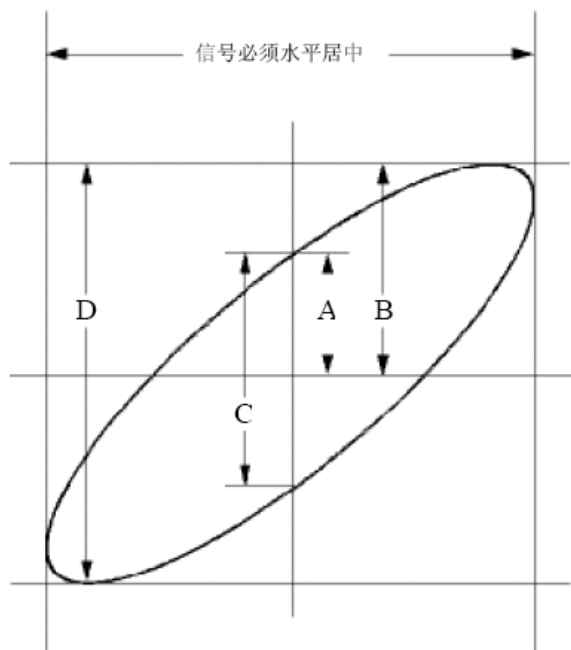

图 7-6: 李沙育（Lissajous）图形
- (7) 调整 **垂直 伏/格**、**垂直位置** 旋钮使波形达到最佳效果。
- (8) 应用椭圆示波图形法观测并计算出相位差。见图 7-6。